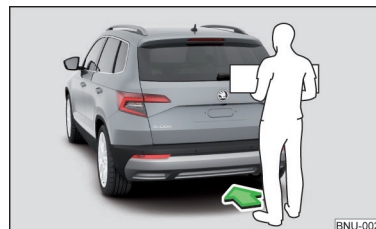

Fig. 51
► Para **abrir/cerrar** girar rápido un pie debajo del parachoques trasero en el área de sensores en el sentido de la flecha » **fig. 51**.